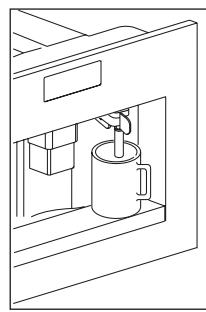
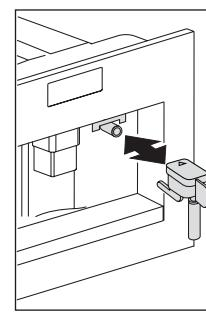

Rys. 11
Rys. 37
- Po 5 sekundach na ekspresie pojawi się komunikat „FILL TANK” (Napełnij pojemnik). Wyciągnij zbiornik na wodę (Rys. 11), przepłucz go i nalej do niego świeżej wody, nie przekraczając linii MAX. Włóz go z powrotem, wciskając do oporu. W pojemniku można zamontować filtr zmiękczający wodę (Rys. 37).